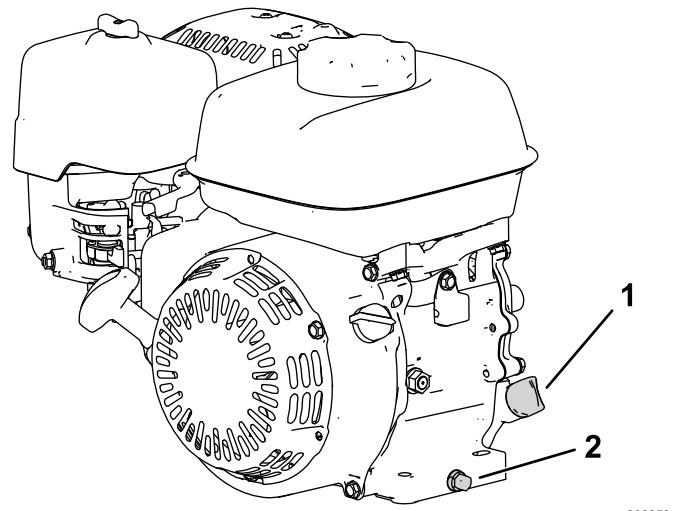

Figura 10
2. Coloque la máquina con el motor nivelado y limpie la zona alrededor del tubo de llenado de aceite (Figura 10).
3. Retire el tapón de vaciado (Figura 10).